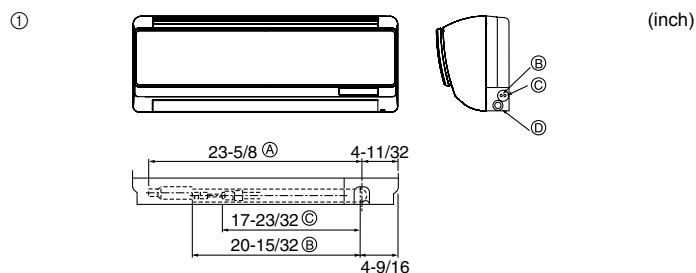

Fig. 4-2
① Position des tuyaux de réfrigérant et d'écoulement (Fig. 4-2)
- (A) Longueur totale de tuyau flexible
- (B) Tuyau à liquide
- (C) Tuyau à gaz
- (D) Tuyau flexible d'évacuation